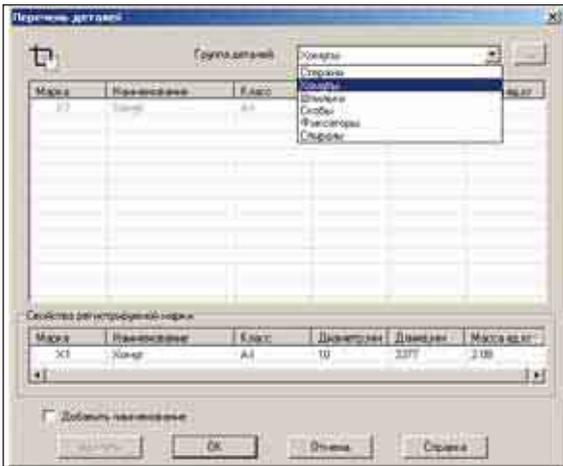

Рис. 26
- *Регистрация чертежа детали* – предоставляет возможность регистрировать арматурное изделие и присваивать ему марку, которую можно использовать в дальнейшей работе с элементами схематичного и детального армирования для учета их в спецификациях (рис. 26);